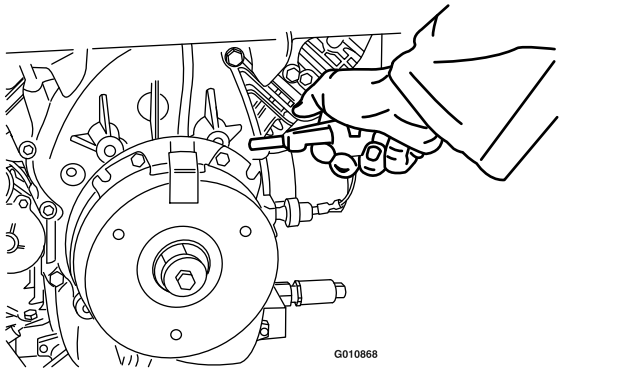

Figure 71
3. Soufflez de l'air comprimé sous le pôle et autour des entretoises du frein pour éliminer tout débris (Figure 71).